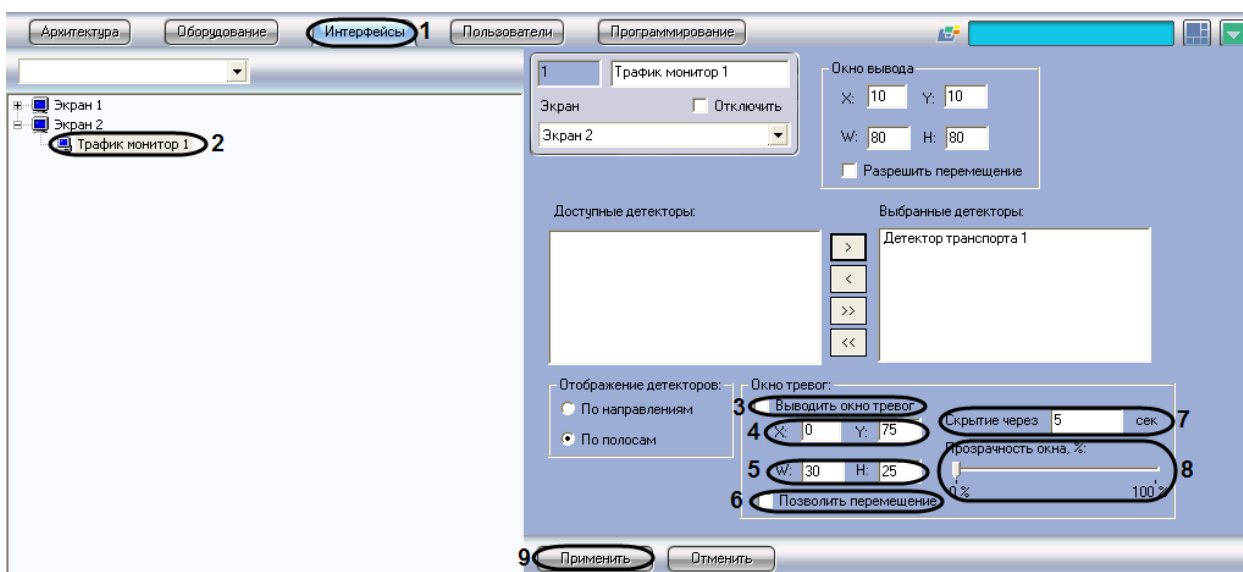

Рис. 7.7—4. Настройка размещения диалогового окна «Окно тревог»
тревог». При передвижении ползунка вправо увеличивается степень прозрачности в процентах (см. Рис. 7.7—4, 8).
9. Нажать кнопку «Применить» (см. Рис. 7.7—4, 9).